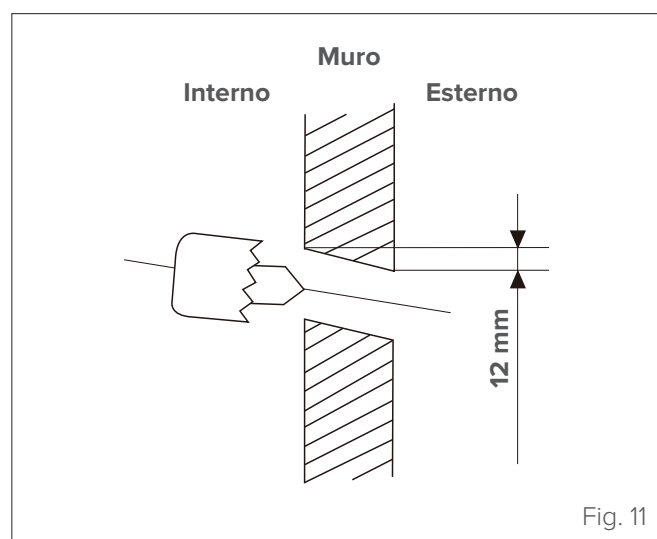

Fig. 11
- 1 Determinare la posizione del foro nella parete in base alla posizione dell'unità esterna. Il foro nella parete dovrà avere un diametro minimo di 65 mm e una leggera inclinazione verso il basso per facilitare il drenaggio (vedere "Fig. 11").